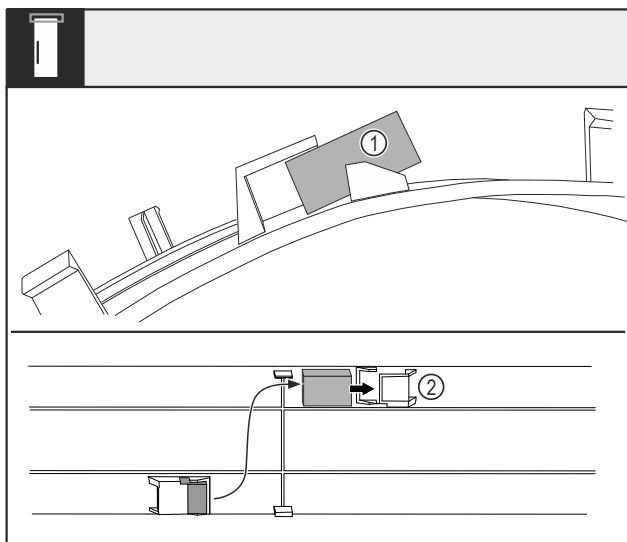

Fig. 15
- Abdeckung biegen und Türmagnet Fig. 15 (1) aus dem Nest herausziehen.
- Türmagnet ins andere Nest Fig. 15 (2) einschieben.